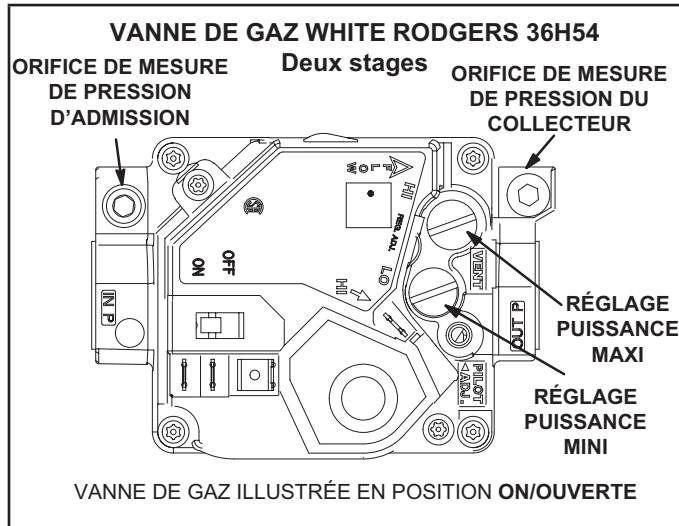

FIGURE 33
Fonctionnement de la vanne de gaz Honeywell VR8205Q/VR8305Q et White Rodgers 36H54 (FIGURE 33).
- 5 - Mettez l'interrupteur de la vanne de gaz sur **OFF/FERMÉE**. Reportez-vous à la FIGURE 33.
- 6 - Attendez cinq (5) minutes pour vous assurer que tout le gaz a eu le temps de se dissiper. En cas d'odeur de gaz, **ARRÊTEZ!** Appelez immédiatement le fournisseur de gaz depuis chez un voisin et conformez-vous à ses instructions. S'il n'y a pas d'odeur de gaz, passez au point suivant.
- 7 - Mettez l'interrupteur de la vanne de gaz sur **ON/OUVERTE**. Reportez-vous à la FIGURE 33.